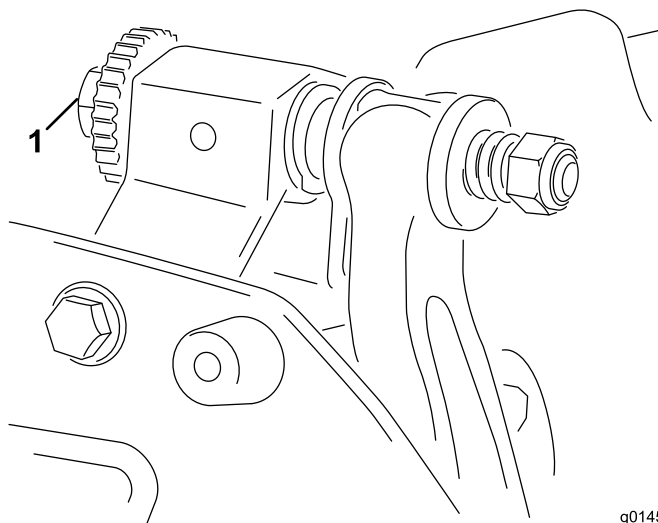

Рисунок 4
6. Поворачивайте правый регулировочный винт планки неподвижного ножа (Рисунок 4), пока не почувствуете легкое давление на регулировочной прокладке при перемещении ее из стороны в сторону. Удалите регулировочную прокладку.